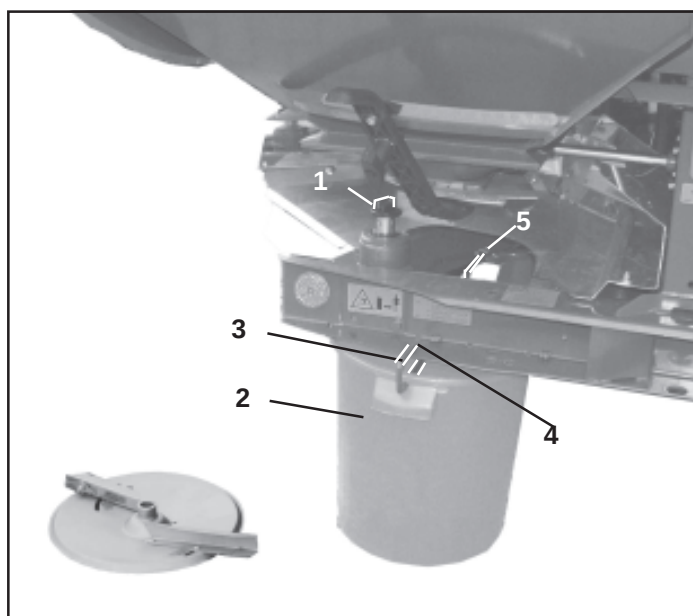

Fig. 11.5
- Tag bort vingskruven (Fig. 11.5/1) som håller fast vänster spridartallrik och lyft bort tallriken från axeltappen.
- Häng upp uppsamlingskärlet (Fig. 11.5/2) med bygeln (Fig. 11.5/3) i ramens bakre del (Fig. 11.5/4 och 11.5/5) och i den främre delen.